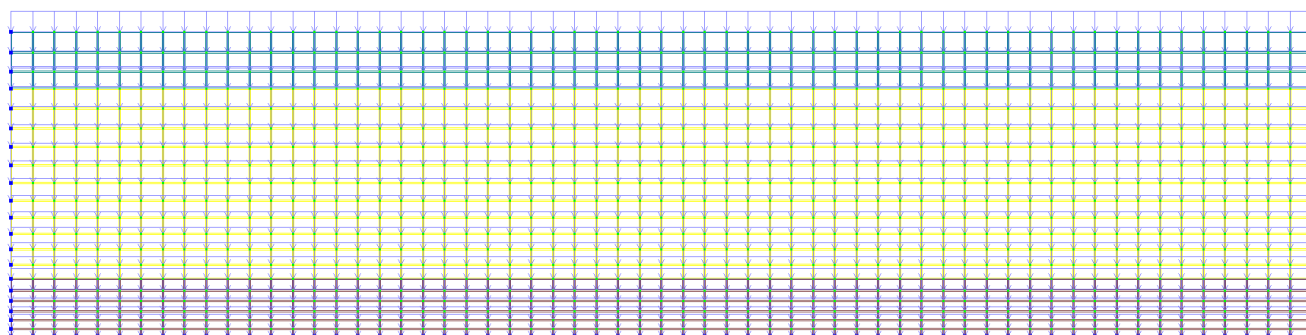

Рис.10.24. Расчетная схема с учетом перемещений узлов
- В режиме просмотра результатов расчета по умолчанию расчетная схема отображается с учетом перемещений узлов (рис.10.24). Для отображения схемы без учета перемещений узлов щелкните по кнопке  – **Исходная схема** (панель **Деформации** на вкладке **Анализ**).